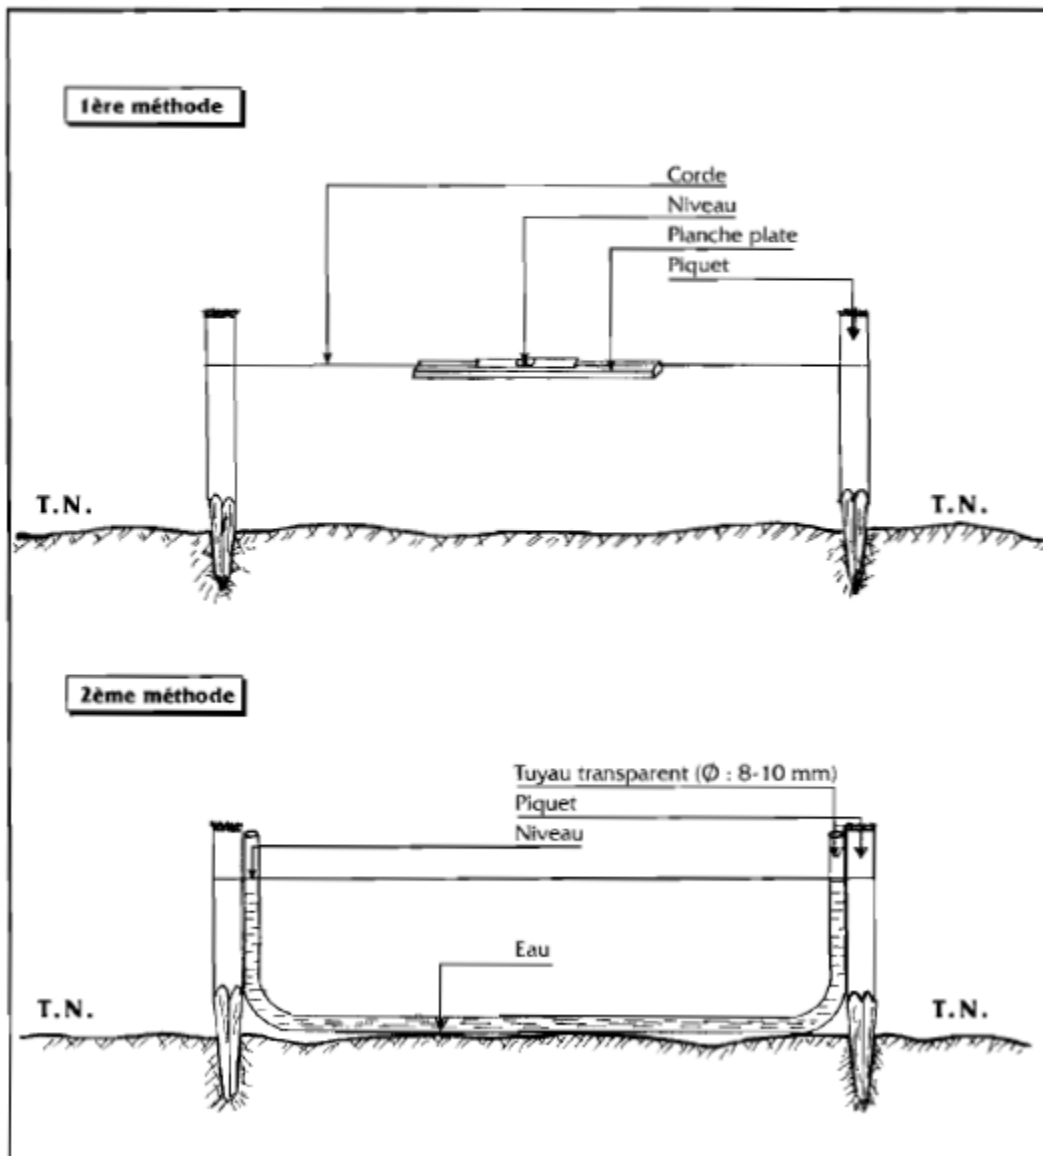

Figure 5 :
5.9/ Creuser la cuve du digesteur à 3,28m de profondeur par rapport à la ligne de référence. FIG.5.